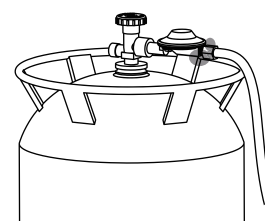

Figure 9
- Il regolatore e il tubo (vedi Figure 9)